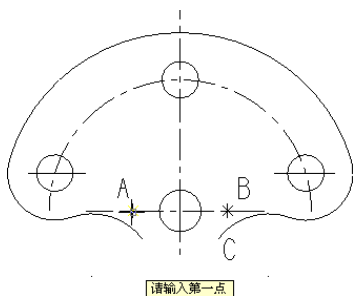

图 3-85 选取第一点
- 03 根据系统提示, 捕捉已存在点 A, 并单击鼠标左键, 如图 3-85 所示。